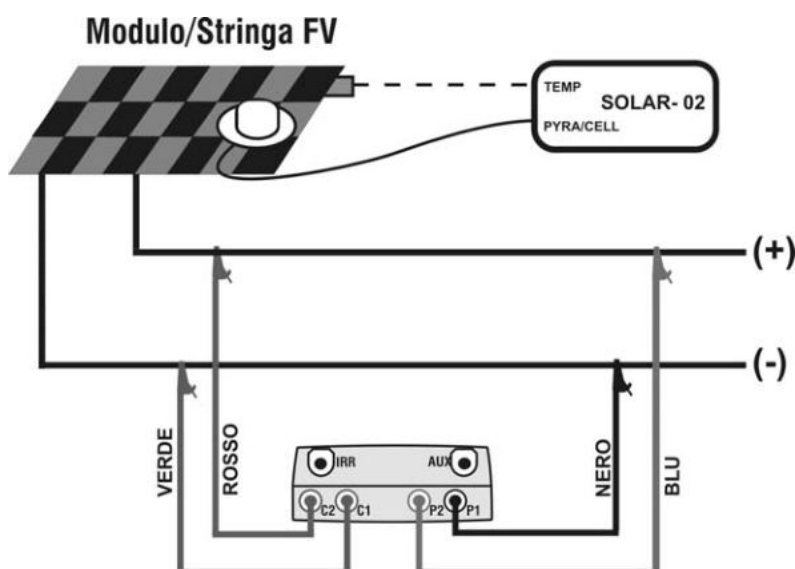

Fig. 11: Collegamento dello strumento al modulo/stringa FV
22. Collegare lo strumento al modulo/stringa in prova come mostrato nella seguente Fig. 11. In particolare collegare il polo Negativo in uscita dal modulo/stringa ai terminali P1, C1 e il polo Positivo in uscita dal modulo/stringa ai terminali P2, C2. In modalità di attivazione misura "Auto" è raccomandato l'uso dell'accessorio opzionale KITKELVIN